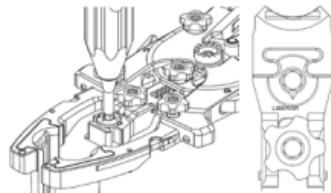
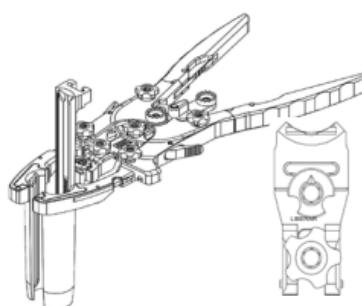

Figura 5
Figura 6
- La hoja posterior también es de carga superior (figura 6). Utilice el destornillador hexagonal (ML-0505)
para girar el bloqueo hasta que esté en la posición abierta, con la flecha apuntando al texto “Release” (Liberar) (Figura 5). Deslice la hoja del retractor en la ranura, luego bloquee la hoja en su lugar girando la flecha de bloqueo hacia la incisión (o lejos de “Release”) con el **destornillador hexagonal** (figura 6).